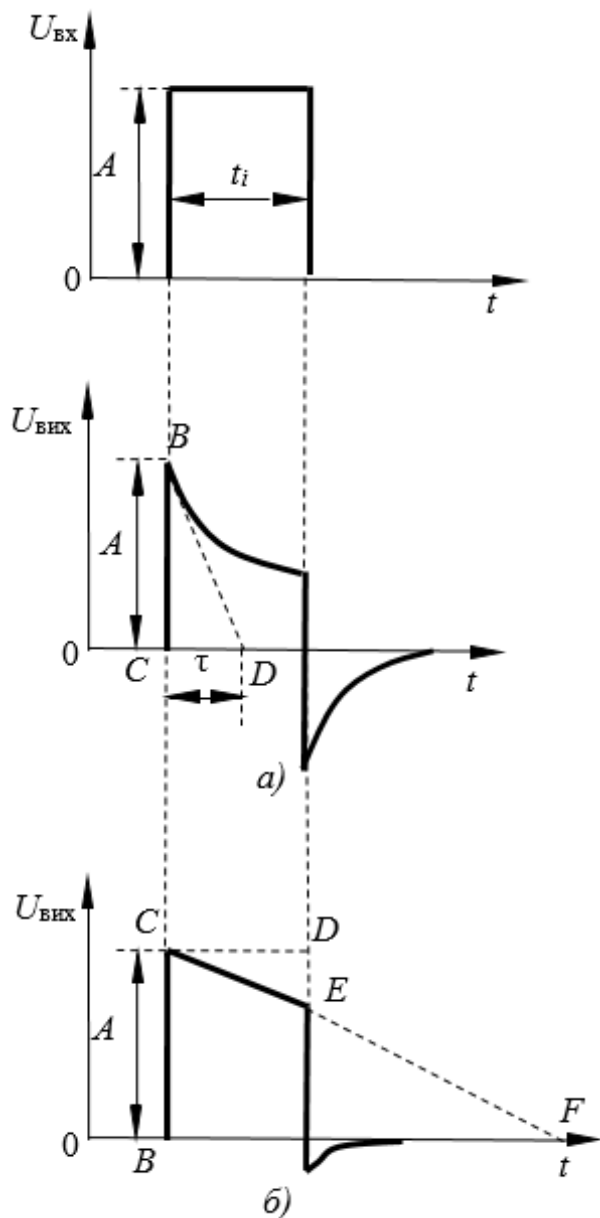
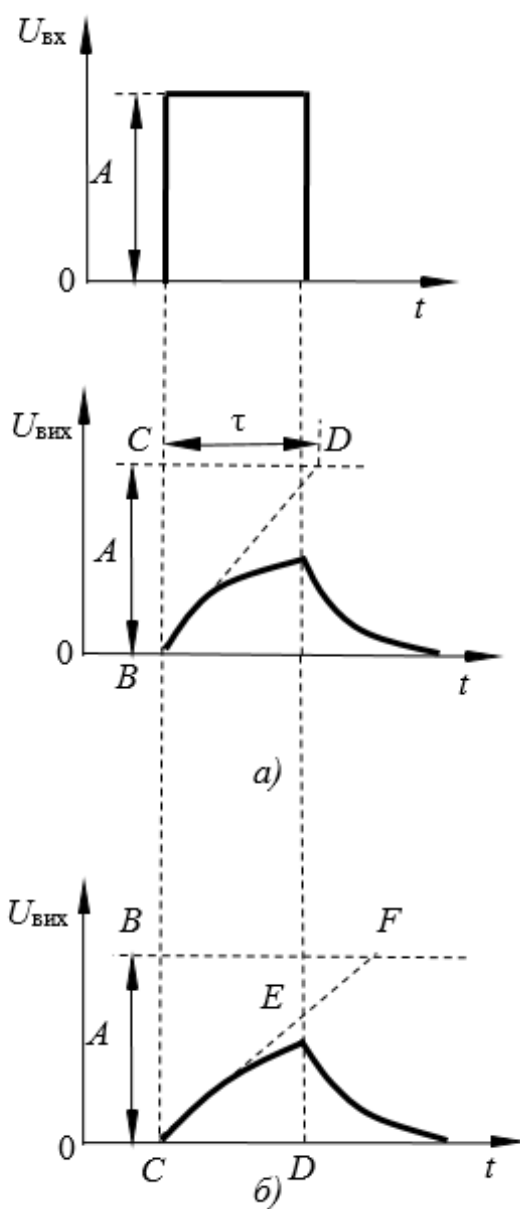

Рисунок 5.3
Рисунок 5.4
1) **графічний**: для диференціюючого ланцюга (рис. 5.3, а) треба провести дотичну з точки B до пересічення з віссю часу, для інтегруючого ланцюжка (рис. 5.4, а) провести дотичну з точки B до пересічення з рівнем вхідного сигналу (відрізок CD в обох випадках буде дорівнювати τ);
– для диференціюючого ланцюжка $CD=t_i$, $BC=A$, $\tau=BF$ (рис. 5.3, б);
– для інтегруючого ланцюжка $\frac{CD}{BF} = \frac{DE}{BC}$, $\tau = \frac{CD \cdot BC}{DE}$ (рис. 5.4, б).